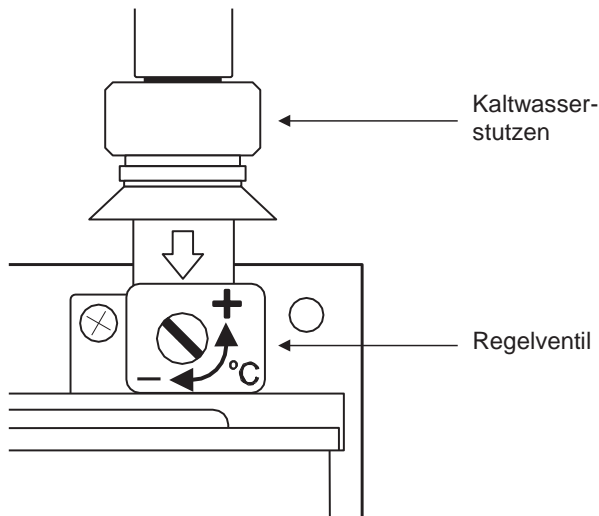

Abb. 7
3. Um die Auslauftemperatur des Erhitzers zu erhöhen ist der Durchfluss durch das Drehen des Regelventils mit einem Schraubendreher in Richtung "+" zu reduzieren und entsprechend in Richtung "-" (Abb. 7) um die Temperatur zu senken. Zur Bestimmung der gewünschten Auslauftemperatur ist die Tabelle 3 hilfreich.